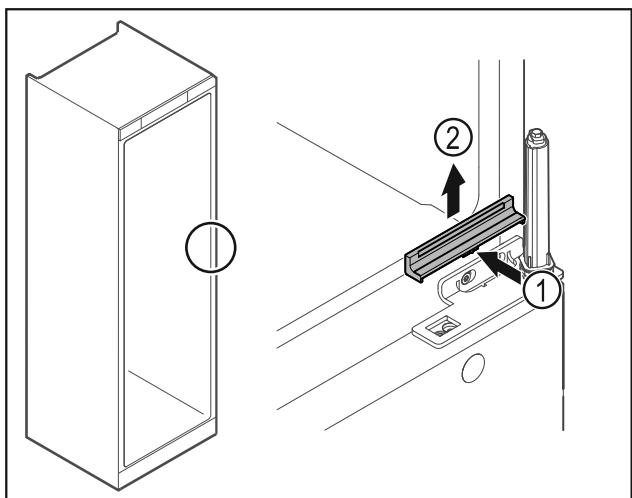

Fig. 26
- Слегка надавите на крышку по центру Fig. 26 (1) и снимите ее движением вверх Fig. 26 (2).